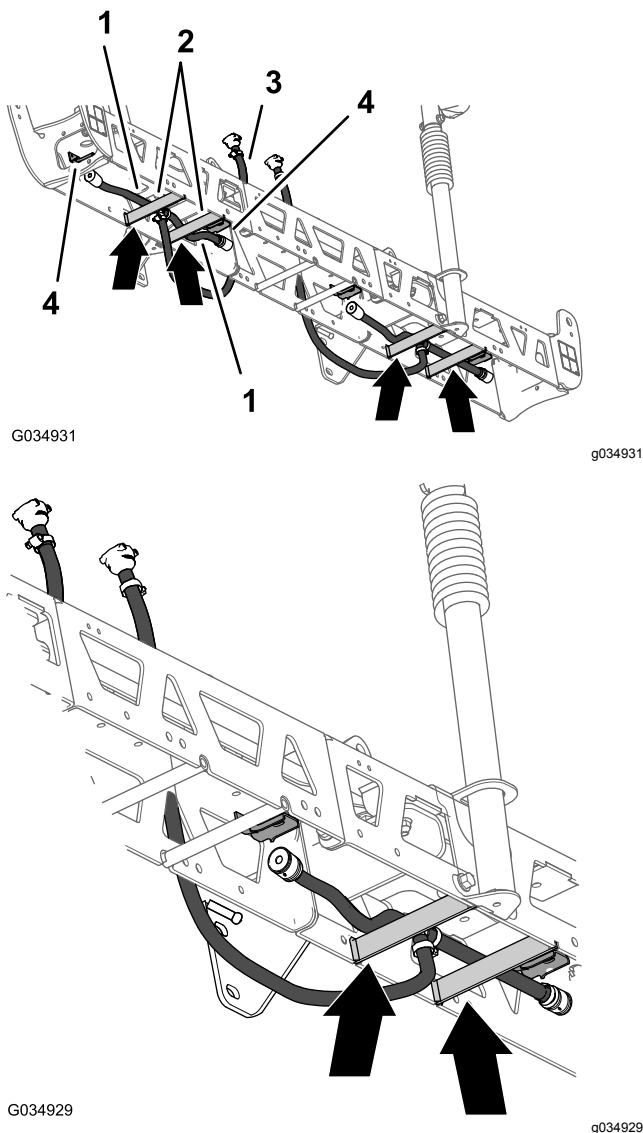
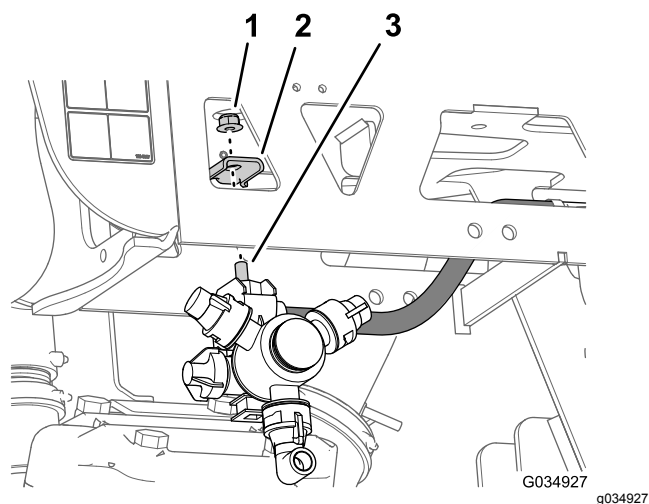

図 79
図 82
- ホース13 mm長さ25 cmとバープ付きホースシャंकを、外側トラスのブレースの間に通す 図 79。
3. ホースとバーブ付きホースシャंकを、トラスのブレースの上側に沿って、boom先端側のノズルマウントへ導く図 79。
4. もう1本のホース 13 mm 長さ25 cmとバーブ付きホースシャंकを、内側トラスのブレースの間に通す図 79。
5. ホースとバーブ付きホースシャंकを、トラスのブレースの上側に沿って、boomの根元側のノズルマウントへ導く図 79。
6. もう一方の外側トラスのホースノズルアセンブリについても、ステップ 27 の作業を行う図 79 と図 82。
7. ホースとバーブ付きカップラ 13 x 810 mm $\frac{1}{2}$ " x 32"を、センターboomの左右のサポートブラケット側へ導く図 79。
1. ノズルの六角ヘッドボルト 5/16 x 3/4" をノズルマウント 図 82 の穴に通してノズルをマウントに仮止めするステップ 1 または 4 12 3 本ブーム用のノズルホースを取り外す (ページ 29) で外したフランジロックナット 5/16" を使用する。